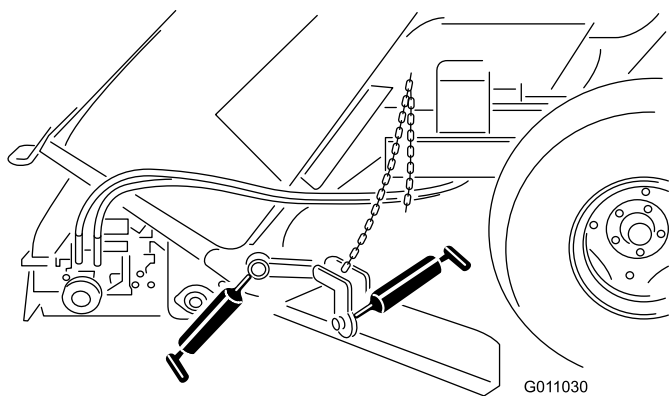

Figure 37
- Fixation de lame à andain (Figure 37).
- Moyeu de lame à andain (Figure 37).